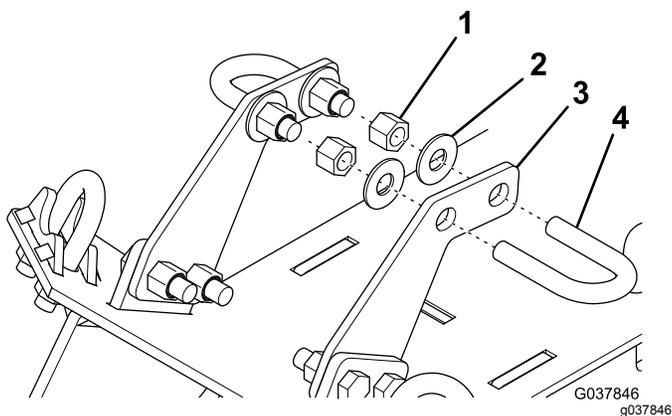

**Bild 2**
9. Befestigen Sie die beiden vorderen Halterungen am Fahrgestell mit vier Schrauben und acht Sicherungsmuttern, ziehen Sie die Schrauben nur handfest an (Bild 2).